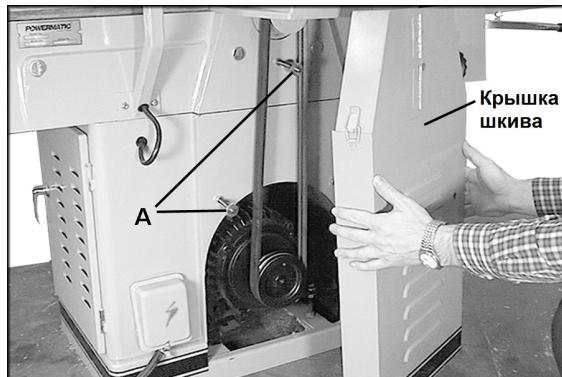

Рис. 9
1. Открутите три колпачковые гайки и плоские шайбы на крышке шкива с помощью 14 мм гаечного ключа. Снимите крышку, чтобы открыть ремни и шкивы. См. Рис. 9.
**ПРИМЕЧАНИЕ:** шестигранные гайки и плоские шайбы на шпильках (A, Рис. 9) следует оставить на месте; они не дают крышке шкива изгибаться при затягивании колпачковых гаек.